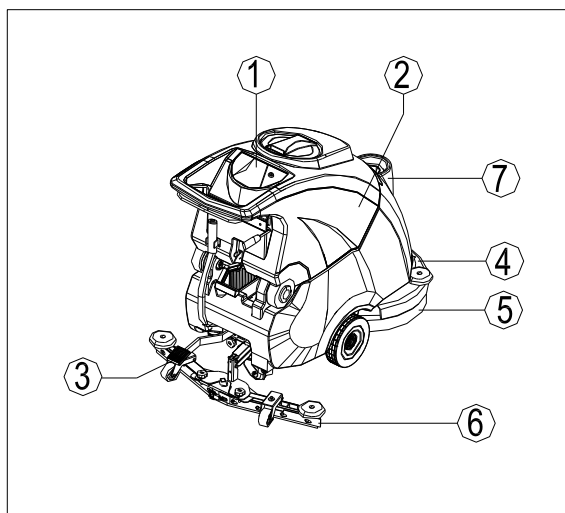

Рис. 2
Основными частями машины являются (рис. 2):
- бак для моющего раствора (рис. 2, № 7): предназначен для хранения и перевозки смеси чистой воды и чистящего средства;
- бак для грязной воды (рис. 2, № 2):
- панель управления (рис. 2, № 1);
- щеточный узел (рис. 2, № 4): основной элемент – это щетка (Рис.2, № 5), которая распределяет по полу моющий раствор, производя очистку от грязи;
- блок скребка (рис. 2, № 6): предназначен для чистки, а затем сушки пола при помощи сбора воды, находящейся на нем.
- педаль подъема щеточного узла (рис. 2, № 3): позволяет поднимать головку со щетками во время перемещения и для установки или снятия щетки.